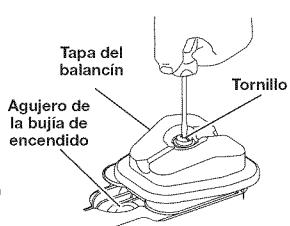

Fig. 21
4. Quite el tornillo que sujetla la tapa del balancín utilizando la herramienta adecuada (Fig. 21). Quite la tapa del balancín y la junta.
- El pistón se encuentre en la parte superior de su recorrido mirando en el orificio de la bujía de encendido (Fig. 21)
8. Vuelva a instalar la tapa del balancín utilizando una junta nueva (Fig. 21). Apriete el tornillo a: 20–30 pulgada•libra (2.2–3.4 N•m).